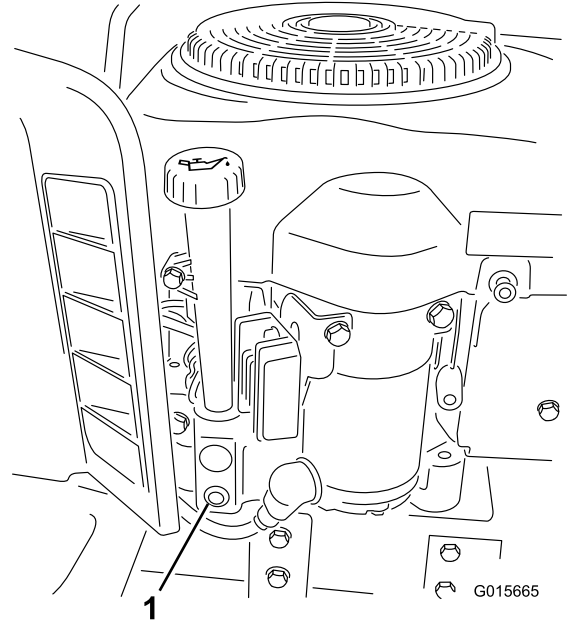

Figura 18
6. Coloque un recipiente debajo del tapón de vaciado de aceite y abra el tapón de vaciado girándolo la tuerca en el sentido contrario a las agujas del reloj (Figura 18).
9. Vierta lentamente aproximadamente el 80% de la cantidad especificada de aceite por el orificio de llenado (Figura 18). Compruebe el nivel de aceite; consulte el paso 4 de la sección Comprobación del nivel de aceite.